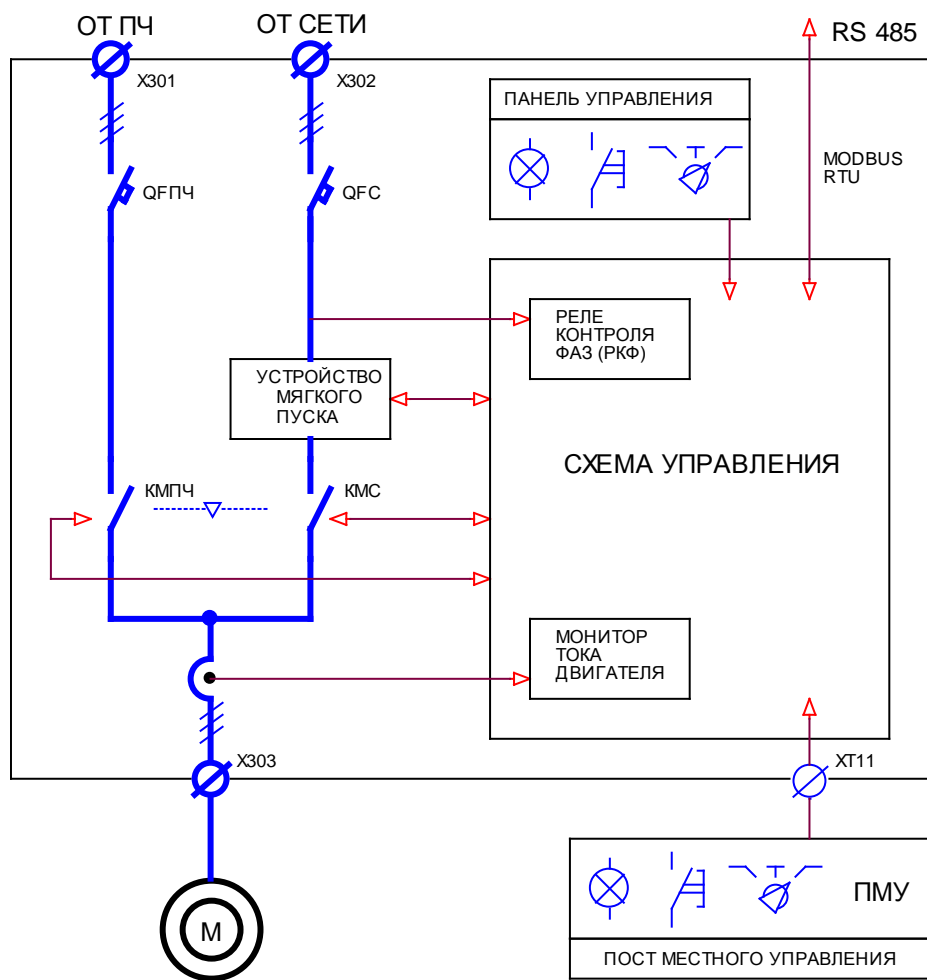

Рисунок 1.1.1. Функциональная схема КА4.
**Силовая схема** КА4 (см. рисунок 1.1.1) состоит из Устройства Мягкого Пуска (УМП), автоматических выключателей (QFPЧ, QFC) и электромагнитных контакторов (КМПЧ, КМС). Контактors КМПЧ и КМС (11...132 кВт) снабжены элементами механической блокировки от одновременного срабатывания. Подключение силовых цепей производится к клеммным зажимам X301...X303 (для мощностей выше 45 кВт предусмотрены шинные вводы).
**Схема управления** (см. рисунок 1.1.1) обеспечивает логику управления устройством мягкого УМП, контакторами КМС и КМПЧ, мониторинг тока нагрузки, напряжения сетевой цепи, формирование команд от панели управления или удаленных устройств, а также индикацию текущего состояния оборудования. Для обеспечения взаимодействия с контроллером СЧУ, схема управления снабжена информационным каналом связи стандарта RS485 (протокол ModBus RTU). В типовых применениях КА4 может быть дополнен постом местного управления, обеспечивающим управление по месту установки механизма.